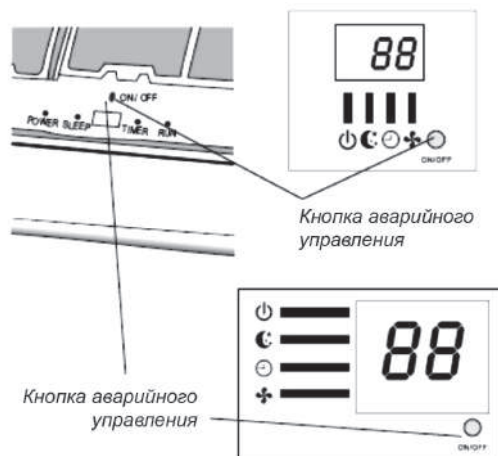

Рис. 5.4
В случае выхода из строя или утери дистанционного пульта управление возможно при помощи кнопки аварийного управления (рис. 5.4):
- 2) Удерживая кнопку аварийного управления, подключите кондиционер к электросети (рис. 5.4).